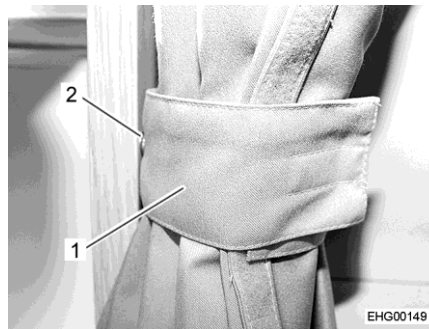

Fig. 9 Rideau occultant, bloqué
- Sécuriser les deux moitiés du rideau occultant avec une attache (Fig. 9,1) et un bouton pression (Fig. 9,2).